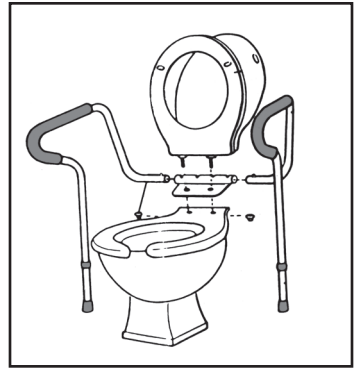

Figura 1
2. Coloque el soporte del armazón de seguridad para inodoro entre la pieza fija del inodoro y el juego de asiento / tapa del inodoro con la parte redondeada del soporte mirando la parte posterior del inodoro (Figura 1).